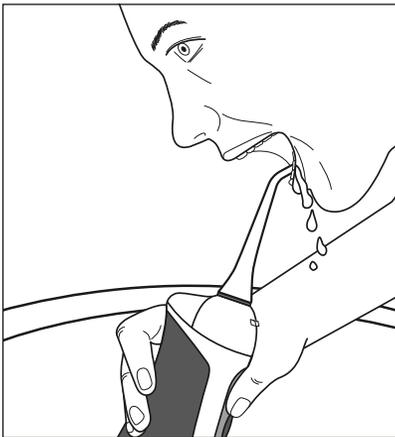

Fig. 1
- ▶ Durante el uso del aparato, asegúrese de no cubrir los orificios de entrada de aire ❹ de la parte trasera de la pieza manual ❸ con los dedos.
- ▶ Si, durante el uso del aparato, mantiene la pieza manual ❸ en una posición demasiado inclinada, es posible que salga agua por los orificios de entrada de aire ❹.
- 4) Introdúzcase el accesorio **2** en la boca para evitar las salpicaduras de agua. Inclínese hacia el lavabo y mantenga la pieza manual **5** en una posición lo más recta posible (consulte la fig. 1). La boquilla **1** del accesorio **2** está orientada hacia los dientes/espacios interdientales.